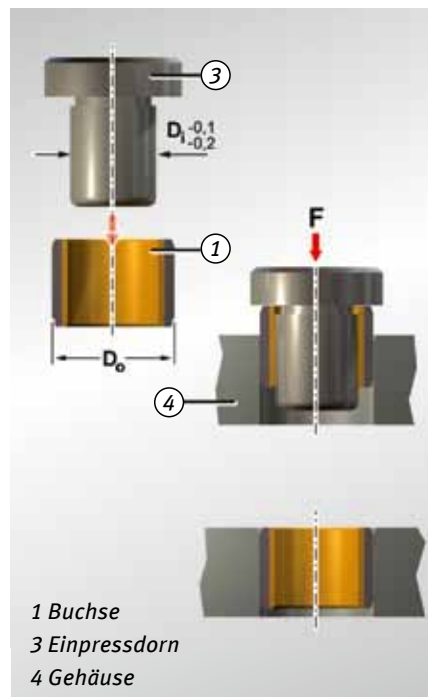

Abb. 50: Bündig einpressen  $D_o < 55$  mm
- bündiges Einpressen mit Dorn ohne Hilfsring gemäß Abb. 50